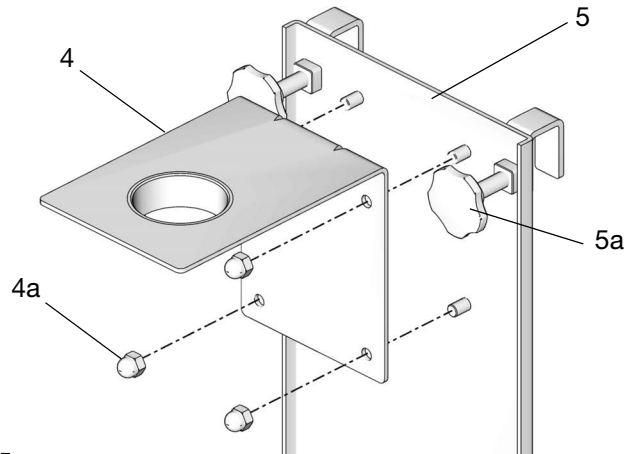

FIG. 12
1. Ensamble las dos piezas del soporte de la bomba 4 y 5 con las 4 tuercas (4a) (provistas) (FIG. 12).